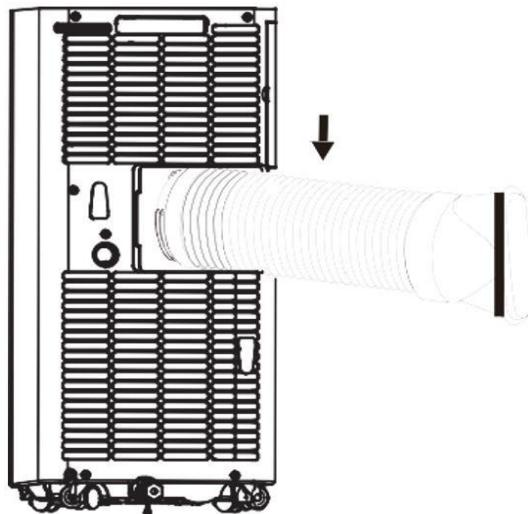

Bild 1
- Skruva fast frånluftsslansen (med adapter) i frånluftsutloppet på apparatens baksida (moturs, fig. 1).